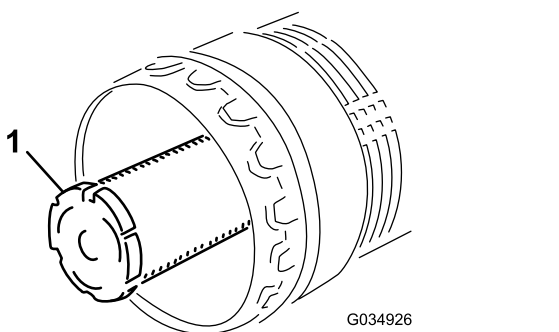

Figura 92
**Nota:** Cambie el filtro secundario cada tres revisiones del filtro primario (Figura 92).